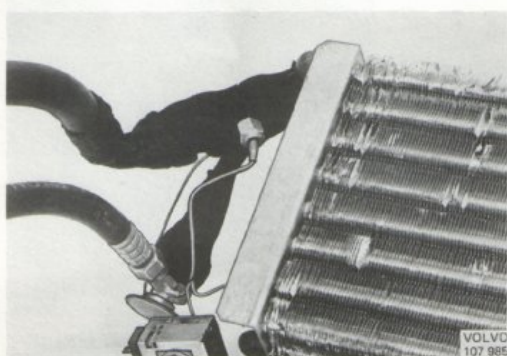

Bild 38. Isolering av ventil och utloppsrör sen.utf.
8. Isolera expansionsventilens förskruvningar och förångarens rör väl så att alla metallytor täcks (bild 38).